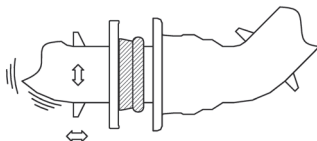

図33 抜け出しチェック
- (4) 管をクレーンなどで吊った状態で、挿し口もしくは受口を大きく上下左右前後に振り、継手が抜け出さないことを確認する(図33)。